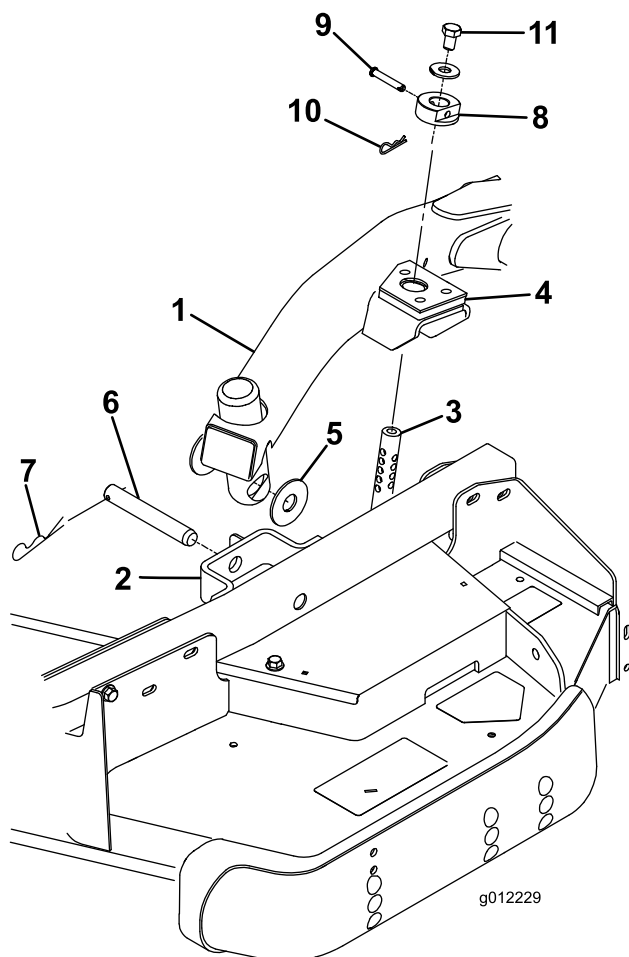

Figure 4
2. Placez le levier de relevage en position de flottement. Poussez un bras de relevage vers le bas jusqu'à ce que ses trous soient alignés sur ceux du support du bras pivotant. Il est alors possible d'introduire la tige de réglage de hauteur de coupe dans les patins du bras de levage (Figure 4).
- Fixez le bras de relevage au bras pivotant avec (2) rondelles de butée, un axe de chape et une goupille fendue. Placez les rondelles de butée entre le bras de relevage et le support de bras pivotant (Figure 4). Insérez l'extrémité de la goupille fendue dans la fente de la patte du bras pivotant pour retenir la goupille fendue.
- Montez les bagues de hauteur de coupe sur les tiges de réglage de hauteur de coupe et fixez-les avec les axes de chape et les goupilles fendues (Figure 4). La tête de l'axe de chape doit être dirigée vers l'avant du plateau.
- Montez un boulon 1/2 x 3/4" et une rondelle sur chaque tige de réglage de hauteur de coupe (Figure 4).